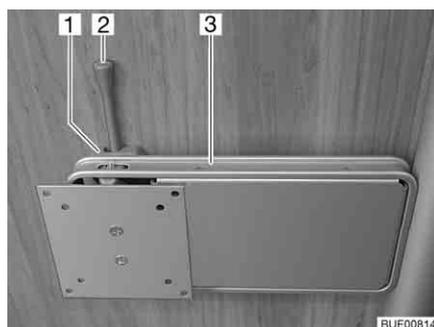

Fig. 103 Supporto su colonna
- Spingere di lato la leva di sbloccaggio (Fig. 103,2) e ruotare il supporto (Fig. 103,3) con lo schermo piatto nella posizione desiderata.
- Riportare indietro lo schermo piatto finché il supporto (Fig. 103,3) non si innesta nel bloccaggio (Fig. 103,1).